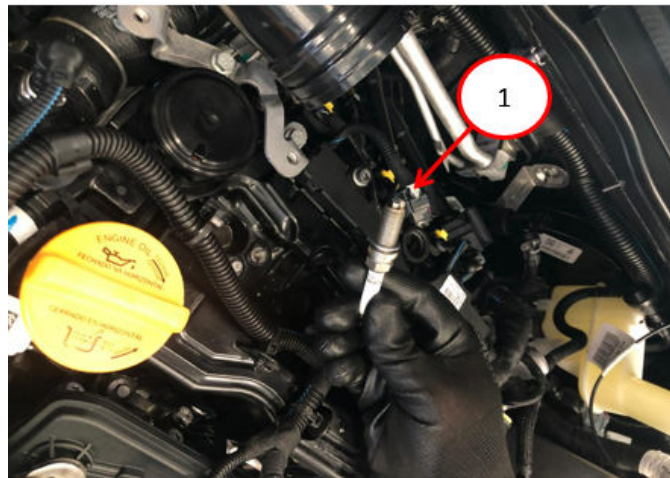

Fig. 1
1. Remove the spark plugs Fig. 1. Refer to the detailed service procedures available in DealerCONNECT/ Service Library under: Service Info> 5510D10 – Velas de ignição – Remoção e Recolocação.